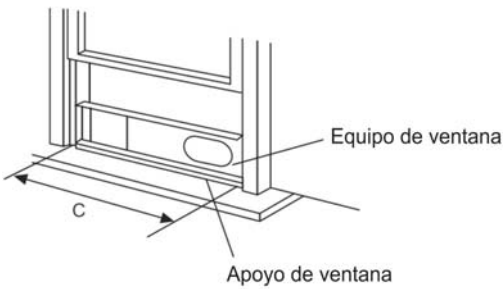

Imagen 9
2. Instale la deslizadera de la ventana en el asiento de la ventana. Ajuste la longitud de la deslizadera de ventana según el ancho de la ventana, corte el conjunto ajustable de ventana si el ancho es inferior a 26.5 (Tipo I) o 22.1 (Tipo II) pulgadas. Abra la guillotina de la ventana y coloque la deslizadera de la ventana sobre el apoyo de la ventana, Imagen 9.